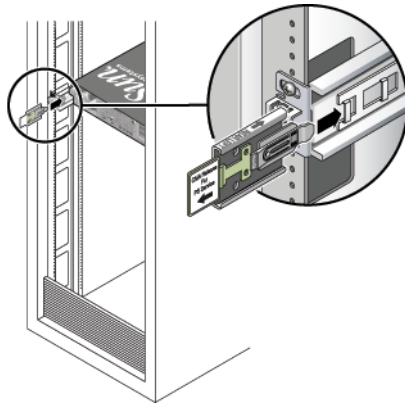

FIGURA 2-4 Inserimento dell'estensione del braccio di gestione dei cavi nella parte posteriore della guida di sinistra
3. Individuare l'estensione del braccio di gestione dei cavi e inserirla nella guida di sinistra finché non si blocca in posizione con un clic udibile (FIGURA 2-4).